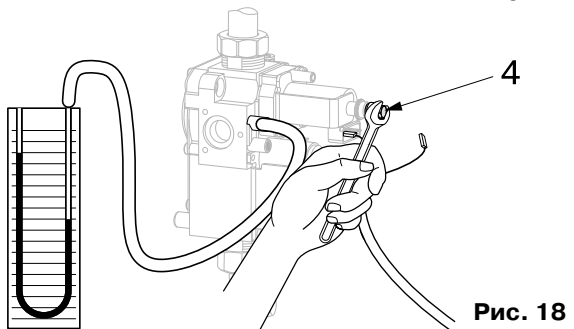

Рис. 18
- отсоедините провод питания регулировочного электромагнитного клапана (рис. 18)
- с помощью плоского ключа на 5 поворачивайте винт **4**, удерживая гайку **3** (рис. 18), доведите значение давления до величины, указанной в таблице «**Минимальная мощность**»